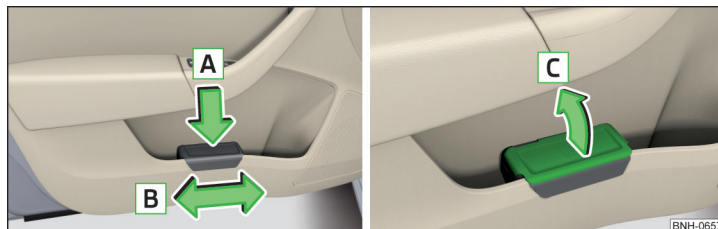

Abb. 68 Abfallbehälter: einsetzen und verschieben / öffnen
- › Den Abfallbehälter im hinteren Bereich in Pfeilrichtung **A** eindrücken » Abb. 68.
- › Den Abfallbehälter entgegen der Pfeilrichtung **A** herausnehmen » Abb. 68.
- › Den Deckel in Pfeilrichtung **C** anheben » Abb. 68.